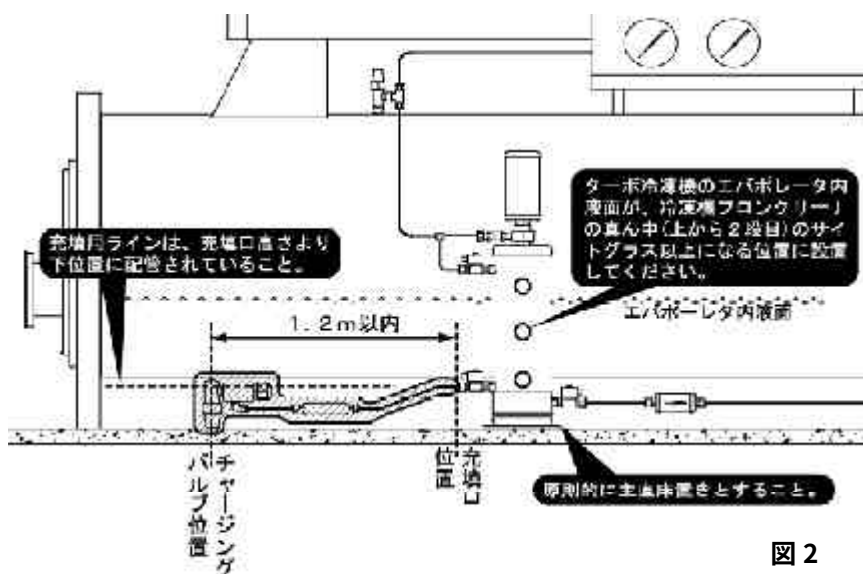

図2
- ① 冷凍機のエバポレータ下部の液冷媒取出口から本機の液冷媒充填口までの距離を、1.2 m以内に設置します。(図2)
配管の一部でも上位置になっていると、その部分で液状フロンがガス化して充填不良となる場合があります。(図2)
ターボ冷凍機のエバポレータ内に、液状フロンが冷凍機フロンクリーナの真中のサイトグラスより上になるように設置します。(図2)
- ①エバポレータ下部の液冷媒取出口から本機の液冷媒充填口までの距離(1.2m)以内で、且つ エバポレータ内の液面高さが、冷凍機フロンクリーナの真中のサイトグラスより高い位置になる場所にて本機をおきます。(図2)
- ②本機のベースは、設置するのに十分な大きさを確保していますが、転倒防止など必要に応じて、ベースと取付箇所を適方法で固定させてください。